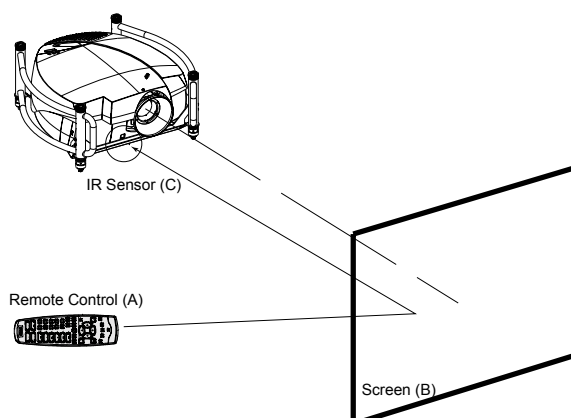

Abbildung 4-4
1. Richten Sie die Vorderseite der Fernbedienung auf die Oberfläche des reflektierenden Schirms. (Abbildung 4-4)